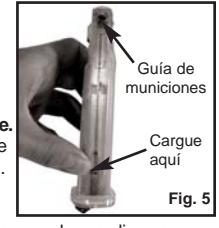

Fig. 5
- Encuentre la guía de municiones (Fig. 5) en la parte delantera del cargador. Empuje la guía de municiones hacia abajo y a la izquierda hasta que se bloquee en su sitio.